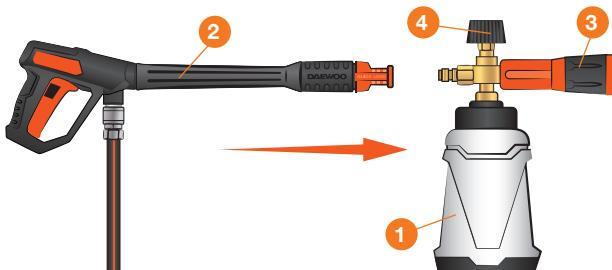

Рис. 6
- Наполните подготовленным моющим средством пеногенератор 1 из комплекта поставки и присоедините его к пистолету 2 (Рис. 6). Регулировку факела распыляемого моющего средства производите поворотом корпуса форсунки 3. Регулировку подачи моющего средства производите поворотом верхней рукоятки 4.